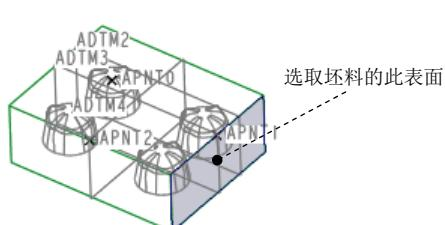

图 28.8 创建基准平面 ADTM4
Step2. 穿过基准点 APNT2，创建图 28.8 所示的基准平面 ADTM4。操作过程如下：单击 模具 功能选项卡 基准 ▾ 区域中的“平面”按钮 ；选取基准点 APNT2；按住 Ctrl 键，选取图 28.8 所示的坯料表面；在“基准平面”对话框中单击 确定 按钮，完成基准平面 ADTM4 的创建。